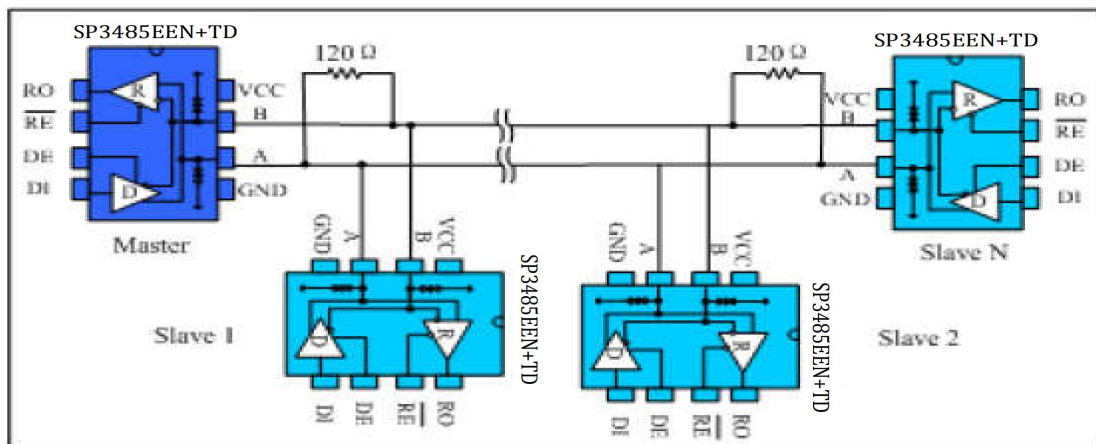

图 9 总线式 RS485 半双工通讯网络
4.1 总线式组网：SP3485EEN+TD RS485 收发器设计用于多点总线传输线上的双向数据通信。图 9 显示了典型网络应用电路。这些器件也能用作电缆长于 4000 英尺的线性转发器，为减小反射，应当在传输线两端以其特性阻抗进行终端匹配，主干线以外的分支连线长度应尽可能短。